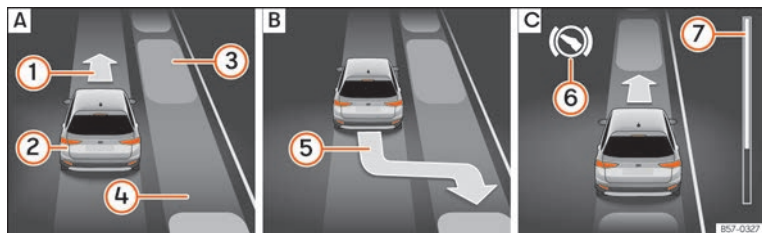
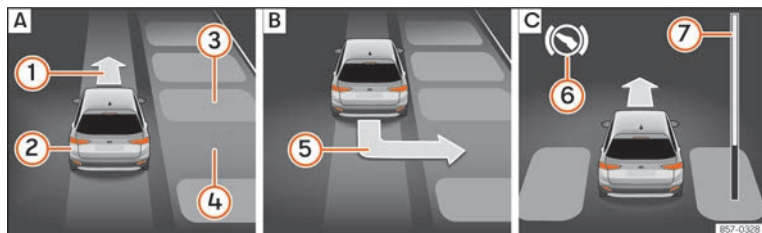

Fig. 282 Sur l'écran du combiné d'instruments : stationner en créneau. [A] Chercher une place de stationnement. [B] Position de stationnement. [C] Manœuvrer.
Fig. 283 Sur l'écran du combiné d'instruments : stationner en bataille. [A] Chercher une place de stationnement. [B] Position de stationnement. [C] Manœuvrer.
Légende de la **fig. 282** et **fig. 283** :
La barre de progression » **fig. 282** ⑦ et » **fig. 283** ⑦ affiche symboliquement la distance relative qu'il reste à parcourir à l'écran du combiné d'instruments. Plus la distance est grande, plus la barre de progression est remplie. En circulant en marche avant, le contenu de la barre de progression diminue vers le haut, et en circulant en marche arrière, il diminue vers le bas.
2.	Regardez sur l'affichage de l'écran du combiné d'instruments si la place « appropriée » a été détectée et si la position correcte pour stationner » fig. 282 B ou » fig. 283 B a été atteinte. La place sera considérée comme « appropriée » si l'indication de stationnement 5 apparaît à l'écran du combiné d'instruments.
6.	Reculez jusqu'à ce que retentisse le signal continu du ParkPilot. OU : reculez jusqu'à ce que l'indication de passer en marche avant » fig. 282 C ou » fig. 283 C apparaisse à l'écran du tableau de bord. OU : reculez jusqu'à ce que le message Park Assist terminé apparaisse à l'écran du combiné d'instruments. La barre de progression  indique la distance à parcourir » page 336.
9.	Avancez jusqu'à ce que retentisse le signal continu du ParkPilot. OU : avancez jusqu'à ce que l'indication de passer en marche arrière apparaisse à l'écran du combiné d'instruments. Le système de stationnement assisté dirige le véhicule en marche avant et en marche arrière jusqu'à ce qu'il soit centré sur la place » fig. 282 C ou » fig. 283 C.